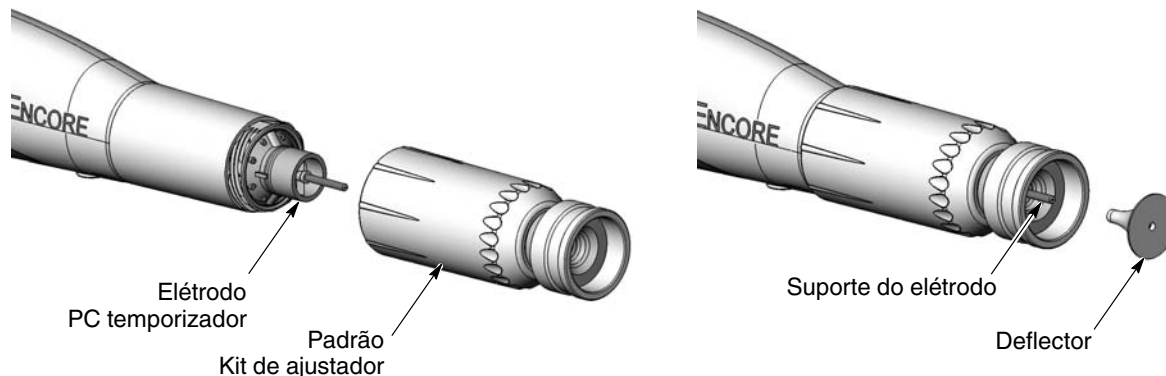

Figura 4-9 Montagem do kit de ajustador de padrão
3. Consulte a figura 4-9. Monte o bico cônico integral no conjunto do eletrodo e enrosque a porca do bico no sentido dos ponteiros do relógio até ficar apertada à mão